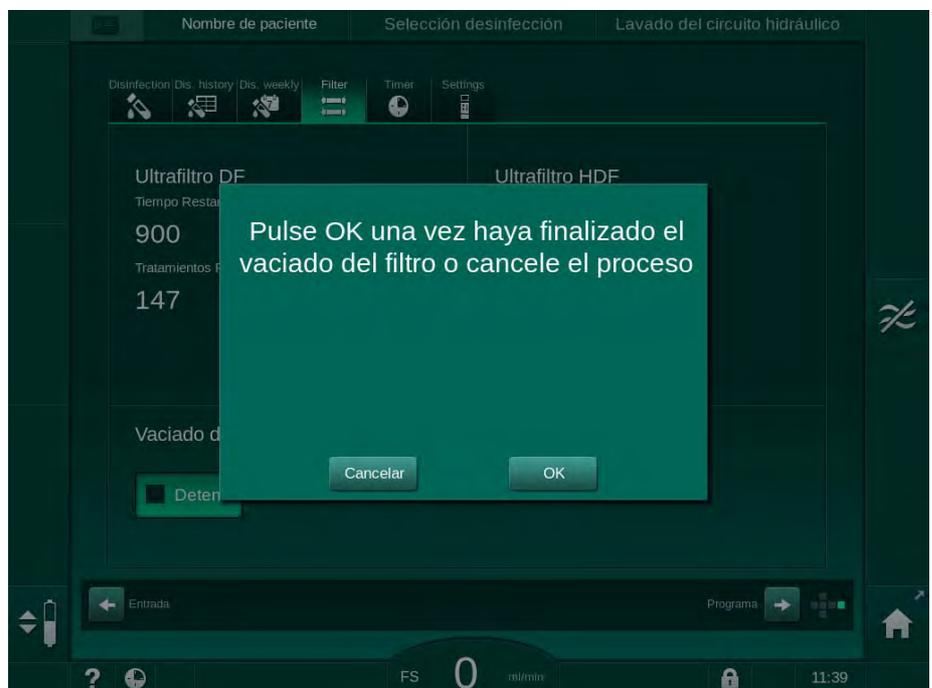

Fig. 7-3 Ventana de confirmación del cambio de filtro
14. Pulsar *OK* (Fig. 7-3) para confirmar el cambio de los filtros.
16. Comprobar si en el zócalo del equipo se ha acumulado líquido residual del cambio y, en caso necesario, retirarlo (véase Limpieza del zócalo y sensor de fugas (194)).